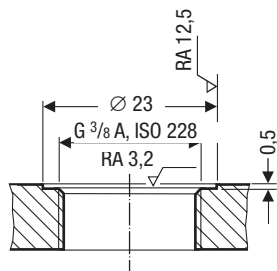

Fig. 3
- ¡Las superficies obturadoras de la tubuladura roscada y de la tapa de la brida deben estar mecanizadas correctamente según la **fig. 3**.
- Entre el extremo inferior del electrodo de medición y la pared de la caldera, los tubos de humo, otros componentes metálicos y el nivel mínimo de agua (NB) debe mantenerse una distancia de **aproximadamente 40 mm**.
1. Controlar la superficie de obturación. **Fig. 3**